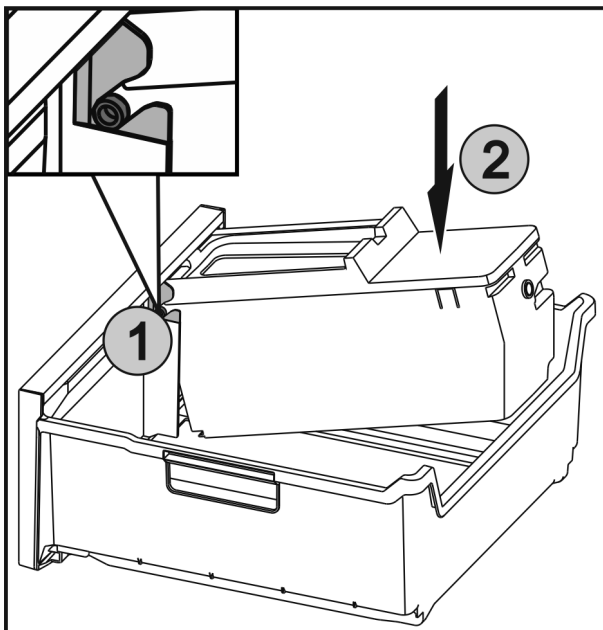

Fig. 39
- ▶ Zasuňte osi Fig. 39 (1) na EasyTwist-Ice do vedení a tlačte zadnú stranu Fig. 39 (2), kým spona nezapadne.